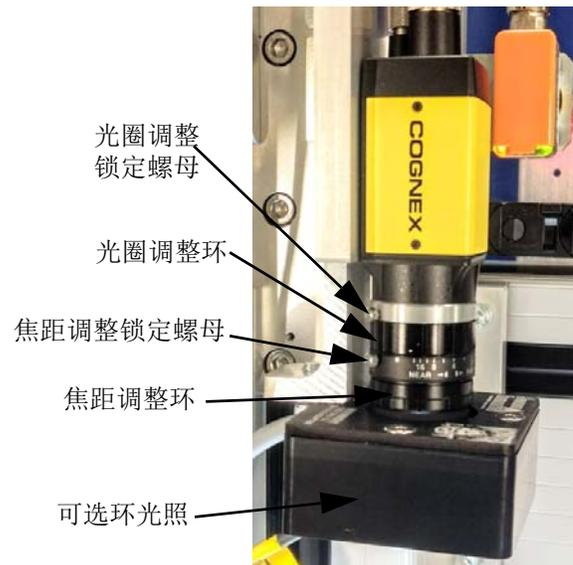

图 14: 相机部件
11. 确保焦距和光圈锁紧螺钉已拧紧。参见第 72 页的**图 14** 确定这些部件的位置。